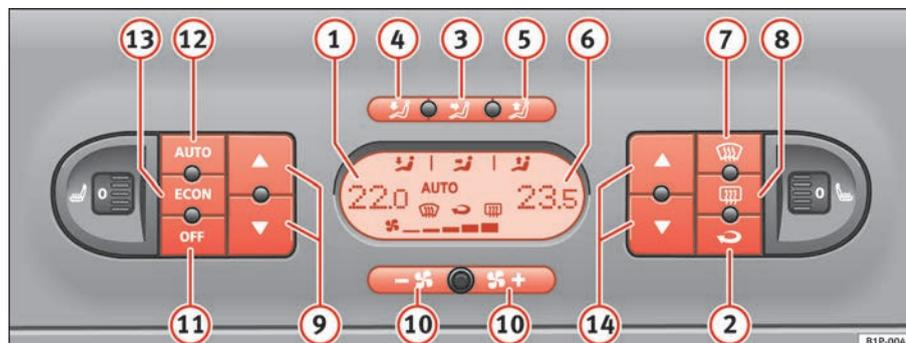

Fig. 111 Sulla plancia portastrumenti: i comandi del Climatronic 2C
- Premere i tasti di regolazione della temperatura ⇒ pag. 153, fig. 111 9 o 14 per regolare rispettivamente la temperature della zona sinistra o della zona destra dell'abitacolo.
- Premere il tasto ⇒ pag. 153, fig. 111. Compare “AUTO” sul display.